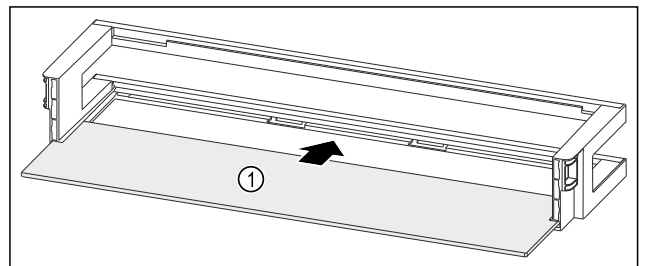

Fig. 98 Odkladací priestor vo dverách s odkladacou plochou
- ▶ Zasuňte odkladaciu plochu Fig. 98 (1) do bočných vybrání.